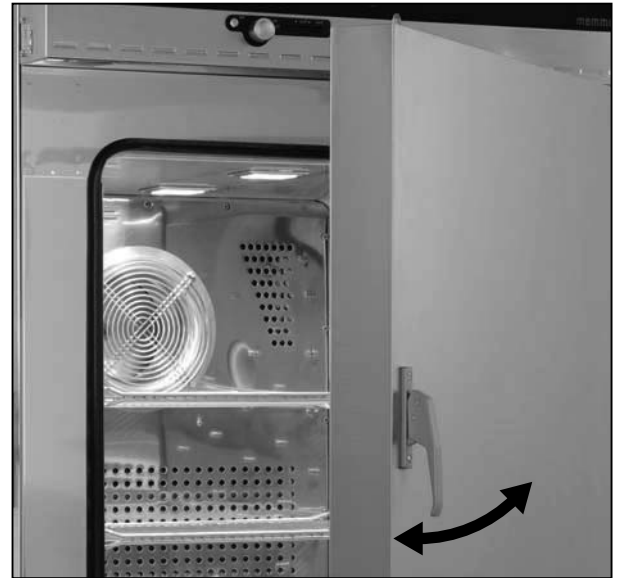

Abb. 16 Tür öffnen und schließen
- ▶ Zum Öffnen der Tür Griff nach oben ziehen und Tür aufschwenken (Abb. 16).